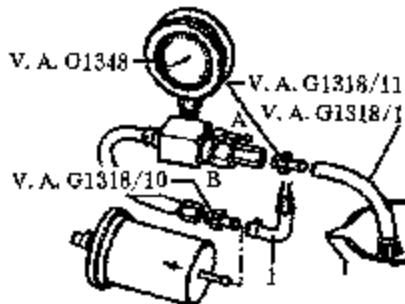

图 4-185 从燃油滤清器上断开进油软管 1-进油软管
(6) 若未达到最小输油量, 应检查燃油管是否有节流点(扭曲)或堵塞处。
(7) 如图 4-185 所示, 从燃油滤清器上断开进油软管 1, 用管接头 V.A.G1318/10 将压力表 V.A.G1318 接到软管上, 检测输油量。
关闭压力表开关手柄(手柄与流通方向垂直, 即图 4-185 中的位置 B)。短时操纵摇控器, 直至压力达到约 $4 \times 10^2 \text{kPa}$ 。若压力过高, 可慢慢操纵手柄, 降低压力。因为打开手柄可能会喷出燃油, 所以应在打开的压力表接头处放置一容器。